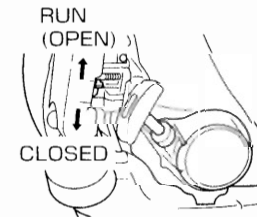

Fig. 6
2. Lleve la palanca del estérter a la posición CLOSED (cerrado). (Fig. 6)